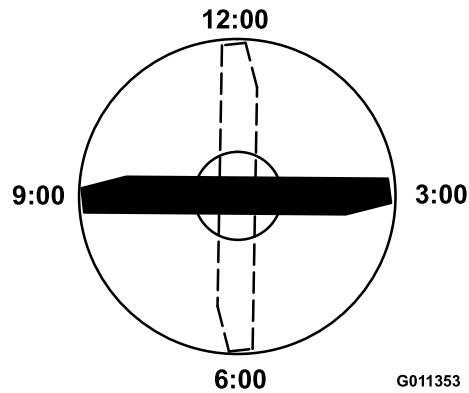

Figura 95
4. Orientate il tagliente dell'estremità marcata della lama sulle ore 12 (esattamente in avanti, nel senso di falciatura) (Figura 95) e misurate l'altezza tra il banco e il tagliente della lama.
- Ruotate l'estremità marcata della lama sulle ore 3 e sulle ore 9 (Figura 95) e misurate le rispettive altezze.